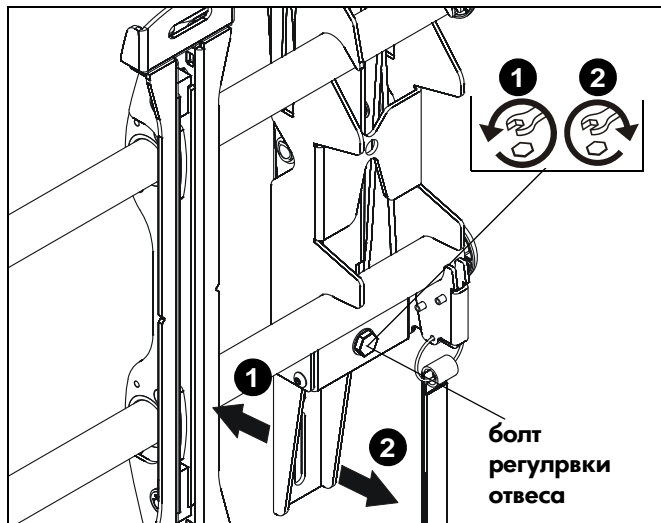

рис. 12
1. Чтобы отвести экран от стены, поверните регулировочный болт отвеса влево с помощью ключа 1/2" (X). (См. рис. 12)
2. Чтобы подвести экран к стене, поверните регулировочный болт отвеса вправо с помощью ключа 1/2" (X). (См. рис. 12)